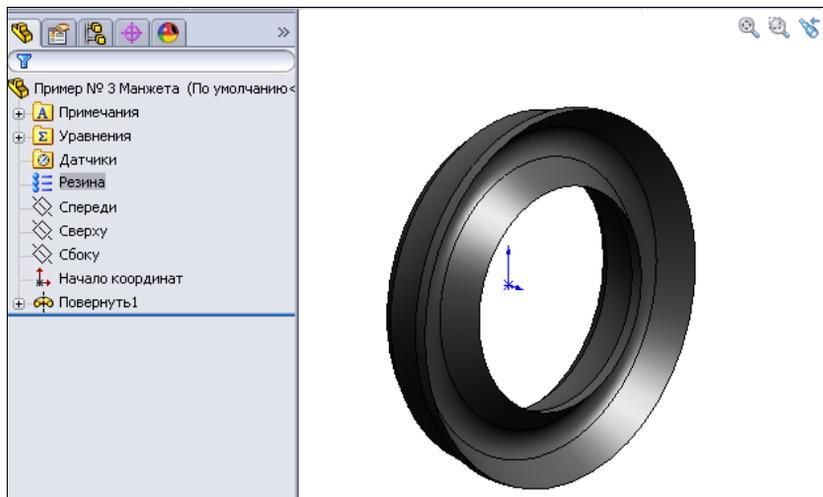

Рис. 2.35
- Из предлагаемого перечня материалов остановим выбор на резине, для этого щелкнем на строке **Резина**. В Дереве Конструирования, в строке **Материал** появится надпись **Резина**, а деталь окрасится в характерный для резины черный цвет (рис. 2.35).